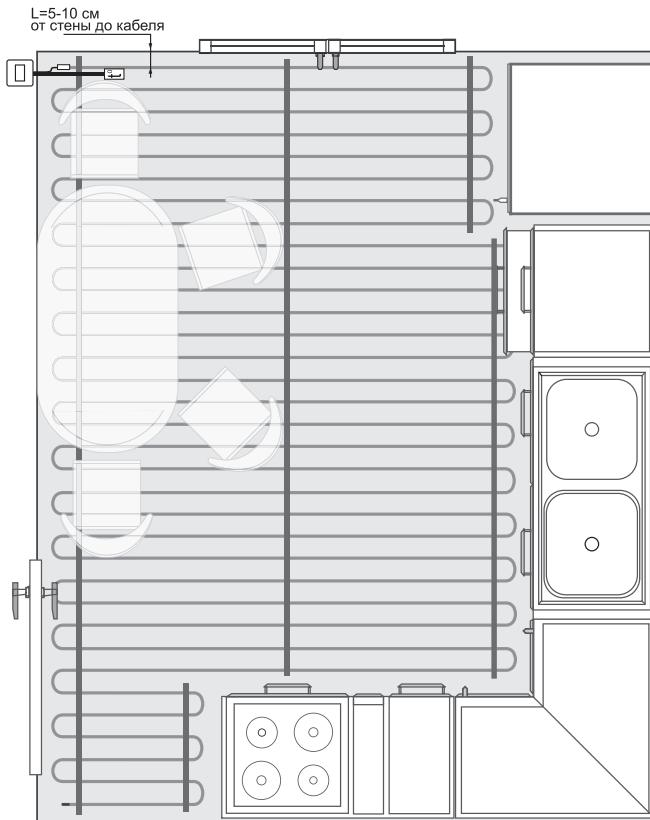

Рис.4
6. Расположите нагревательный кабель на поверхности пола по форме обогреваемой площади (Рис.4)